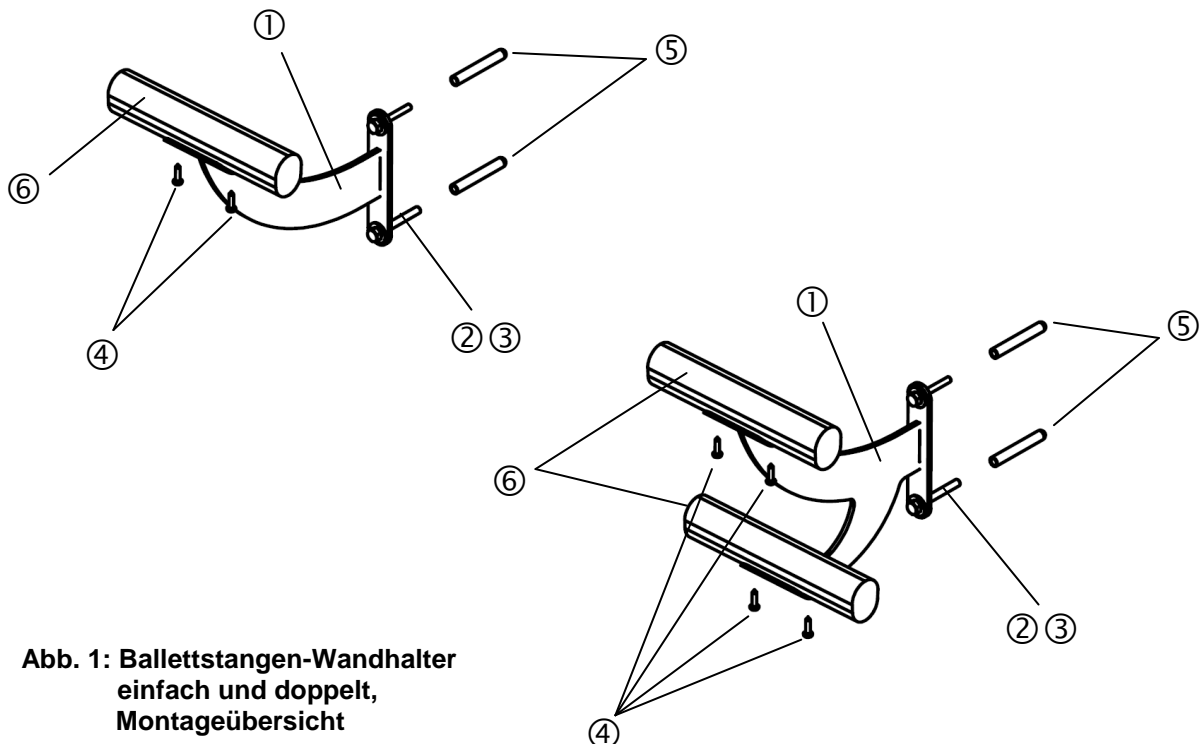

Abb. 1: Ballettstangen-Wandhalter
Verschrauben Sie zum Schluss entsprechend Abb. 1 Wandhalter ① und die Ballettstange ⑥ mit den beigelegten Spaxschrauben ④.